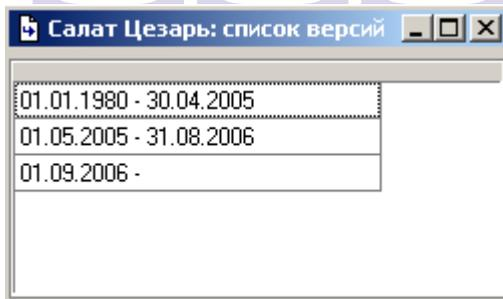

Рис. 124
*Список версий карты* - просмотр списка периодов действия выделенного комплекта (см. Рис. 124).